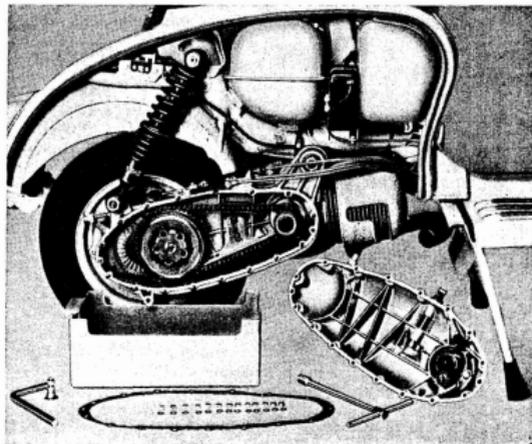

Fig. 2
- 6** Desmontar la tapa del carter: desatornillar las restantes 13 tuercas, véase fig. 2. Para quitar rápidamente las arandelas elásticas debajo de las tuercas, es oportuno utilizar un imán.